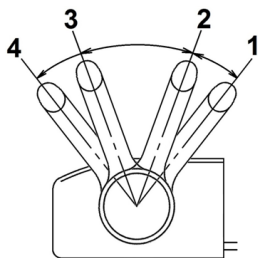
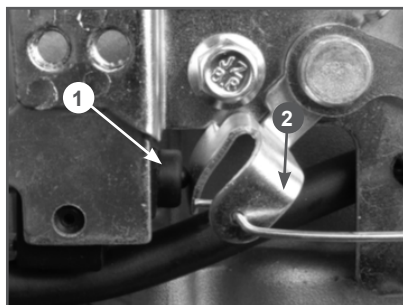
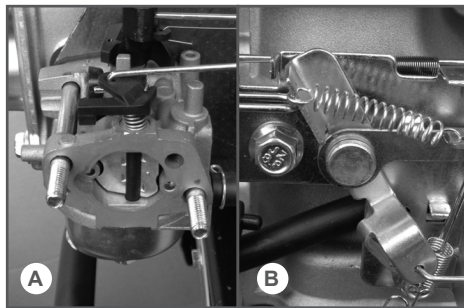

Рис. 11 Рабочие положения рычага газа
Рис. 12 Рычаг управления и выключатель зажигания
Рис. 13 Воздушная заслонка карбюратора закрыта
11. Проверьте регулировку троса газа. При правильной регулировке троса газа рычаг газа имеет 4 рабочих положения (Рис. 11).
При установке рычага газа в положение «4» (Рис. 11), рычаг управления 2 на панели управления двигателя должен нажимать на кнопку выключателя 1 зажигания (Рис. 12).
При установке рычага газа в положение «1» (Рис. 11), рычаг управления на панели управления двигателя должен, толкая тягу управления воздушной заслонкой (Рис. 13В), полностью закрывать воздушную заслонку карбюратора (Рис. 13А). Проконтролировать закрытие воздушной заслонки карбюратора можно только при снятых крышке воздушного фильтра и бумажном фильтрующем элементе. Для наглядности на Рис. 13А корпус воздушного фильтра полностью снят.